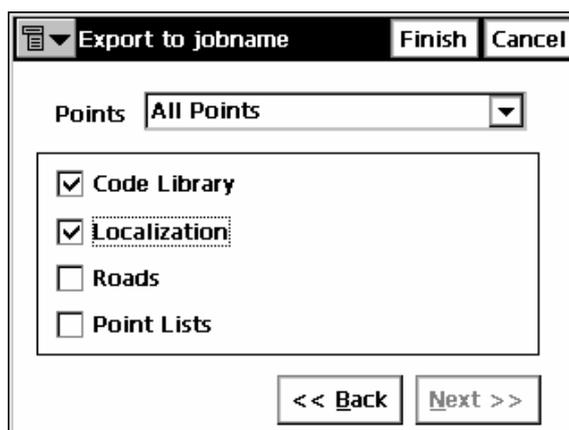

Рисунок 5-14. Экспорт
3. В окне **Export to... (Экспорт в...)** выберите, следует ли экспортировать точки и, при необходимости, следует ли сортировать их по типу; по дальности и коду; по типу, дальности и коду (рис. 5-14 на стр. 5-9).